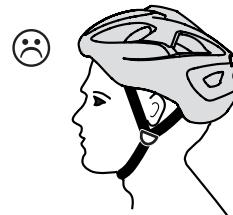

fig. 1b
- Si le casque est placé trop en arrière, alors votre front n'est pas assez protégé. (fig. 1b)